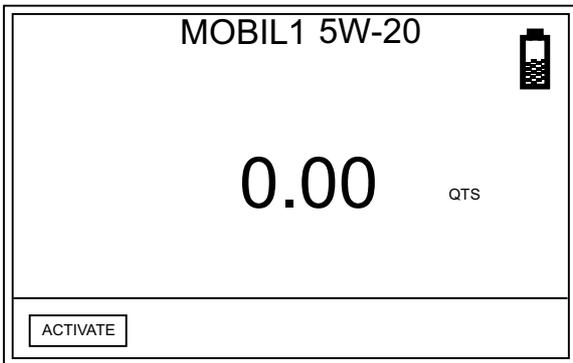

ABB. 30
2. Die Ansicht „Manuelle Abgabe“ erscheint (ABB. 30). Die EINGABE-Taste in der Mitte des Zähler-Tastenfelds drücken, um AKTIVIEREN auszuwählen. Am Zähler ertönt ein lautes Klickgeräusch, das darauf hinweist, dass dieser zur Materialabgabe bereit ist